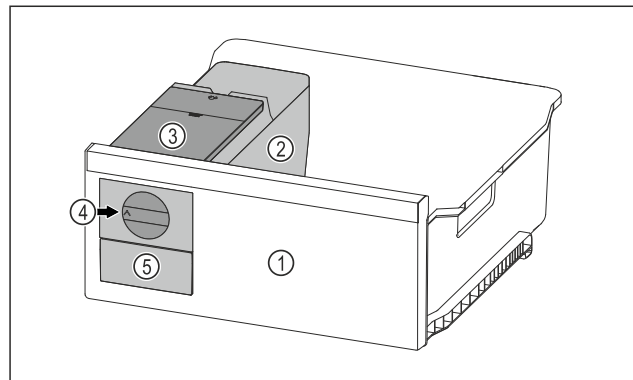

Fig. 125 Ілюстративне зображення
- ▶ Поворотну ручку Fig. 125 (4) повернути за годинниковою стрілкою до упору.
- ▷ Кубики льоду випадають із ванночки для кубиків льоду у висувний ящик для кубиків льоду Fig. 125 (5). Якщо не всі кубики льоду виймаються з ванночки для кубиків льоду: